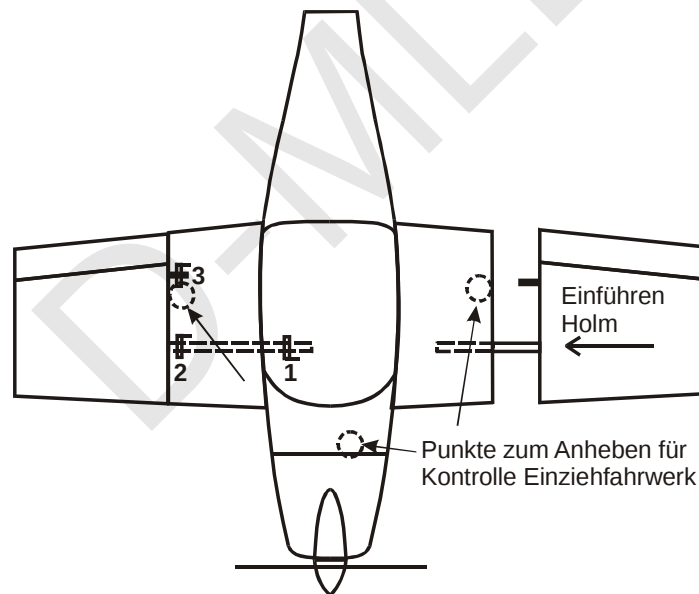

Abb. 8-8 Einführen des Holmsteges in den Rumpf, Lage der Verbindungsbolzen und Stellen zum Aufbocken
Wie in Abb. 8-8 gezeigt, wird der Holmsteg des rechten Flügels in die Öffnung im Rumpf eingeführt. Den Flügel bis auf einen Spalt von 8 cm einschieben, dann den Pitotschlauch und evtl. Kraftstoffschlauch (knickfreie Verlegung), sowie evtl. elektrische Anschlüsse verbinden. Dann den Hauptholm kpl. in den Holmkasten einschieben, dabei auf Einfädeln des rumpfseitigen Klappenhebels achten. Zur Verbindung des Flügels mit dem Rumpf werden die beiden dicken Bolzen des Hauptholms (1, 2) sowie der dünne Bolzen des Endholms (3) gesteckt, beste Reihenfolge 3-2-1. Eine Person bewegt die Flügelspitze so, dass sich die Bolzen unter leichten Drehbewegungen einschieben lassen.